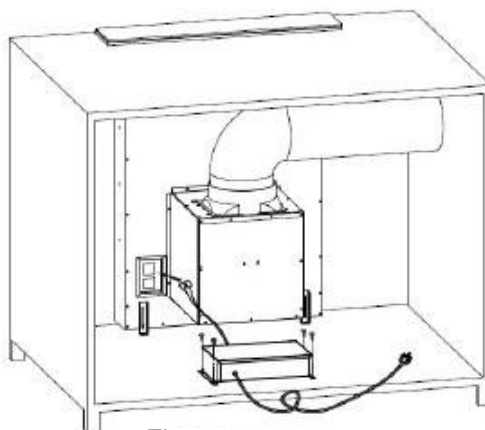

Fig. 5
4. Fixez la gaine sur la sortie et utilisez 4 vis ST4\* pour fixer le boîtier du circuit imprimé, branchez le courant et finissez l'installation (Voir fig. 5).